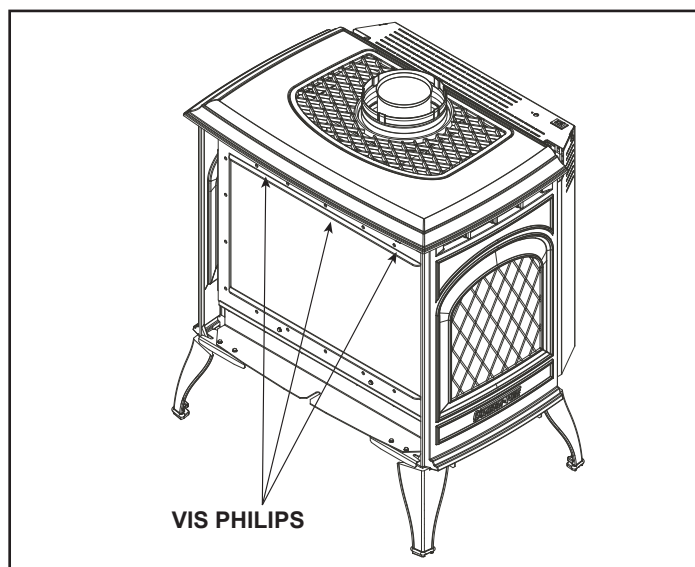

Figure 4.2 Retrait du cadre de la vitre
- Retirez les trois vis à tête Philips situées au-dessus du cadre de la vitre. Retirez la vitre de l'appareil. Voir la Figure 4.2.